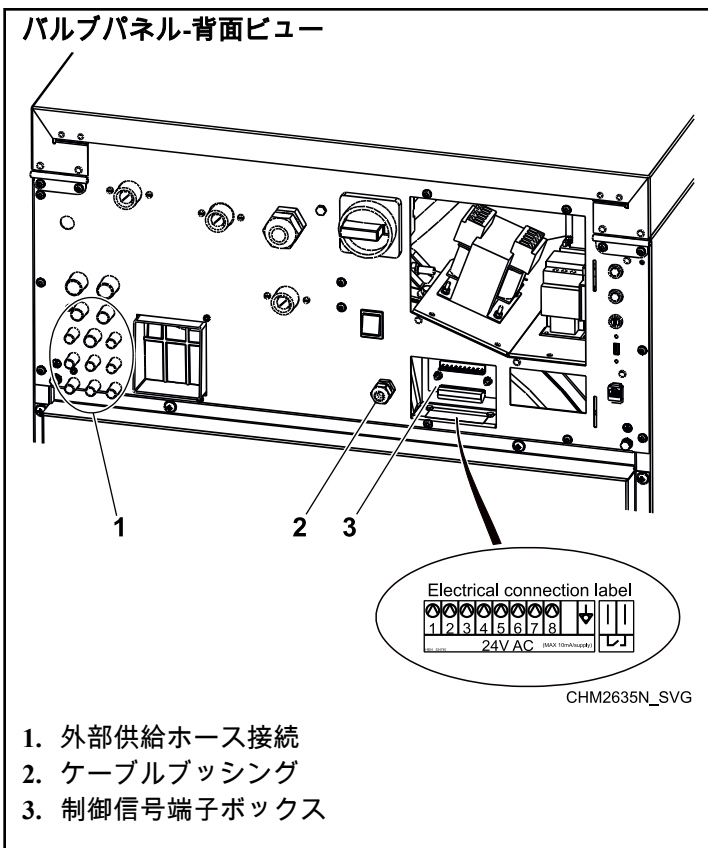

図 36
- 1. 機械の背面に向かって、バルブパネル左側に 8 ミリメートル [5/16 インチ] の給水ホース継手を 8 つ配置します。図 36 を参照。
供給制御信号の電気的接続は背面パネルで利用可能です。図 36 を参照してください。端子ボックスに電気接続のラベルが付いています。信号接続の詳細は、本機の電気図で見つけることができます。